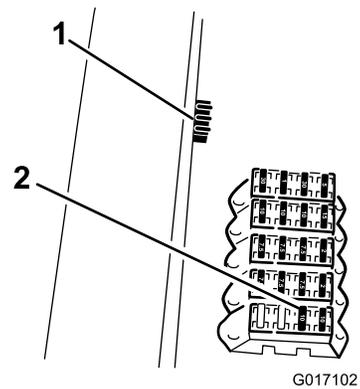

Figura 2
6. Seguendo il percorso del cablaggio già presente, disponete il tratto del cablaggio con il connettore ad anello e con il connettore del portafusibili dirigendolo verso il portafusibili e la morsettiera di messa a terra (Figura 2).